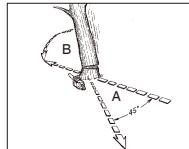

Fig. 11A
AVERTISMENT: Trebuie planificată și pregătită o cale de retragere (A) după necesitatea înainte de a începe tăierea. Calea de retragere trebuie să se extindă spre spate în diagonală față de linia de prăbușire estimată, conform Fig. 11A.
AVERTISMENT: Pe măsură ce tăietura se apropie de zona de ancorare de copac, copacul ar trebui să înceapă să cadă. Când copacul începe să cadă, îndepărtați ferăstrăul din tăietură, opriți motorul, puneti motoferăstrăul jos și părașiți zona folosind calea de retragere (Fig. 11A).